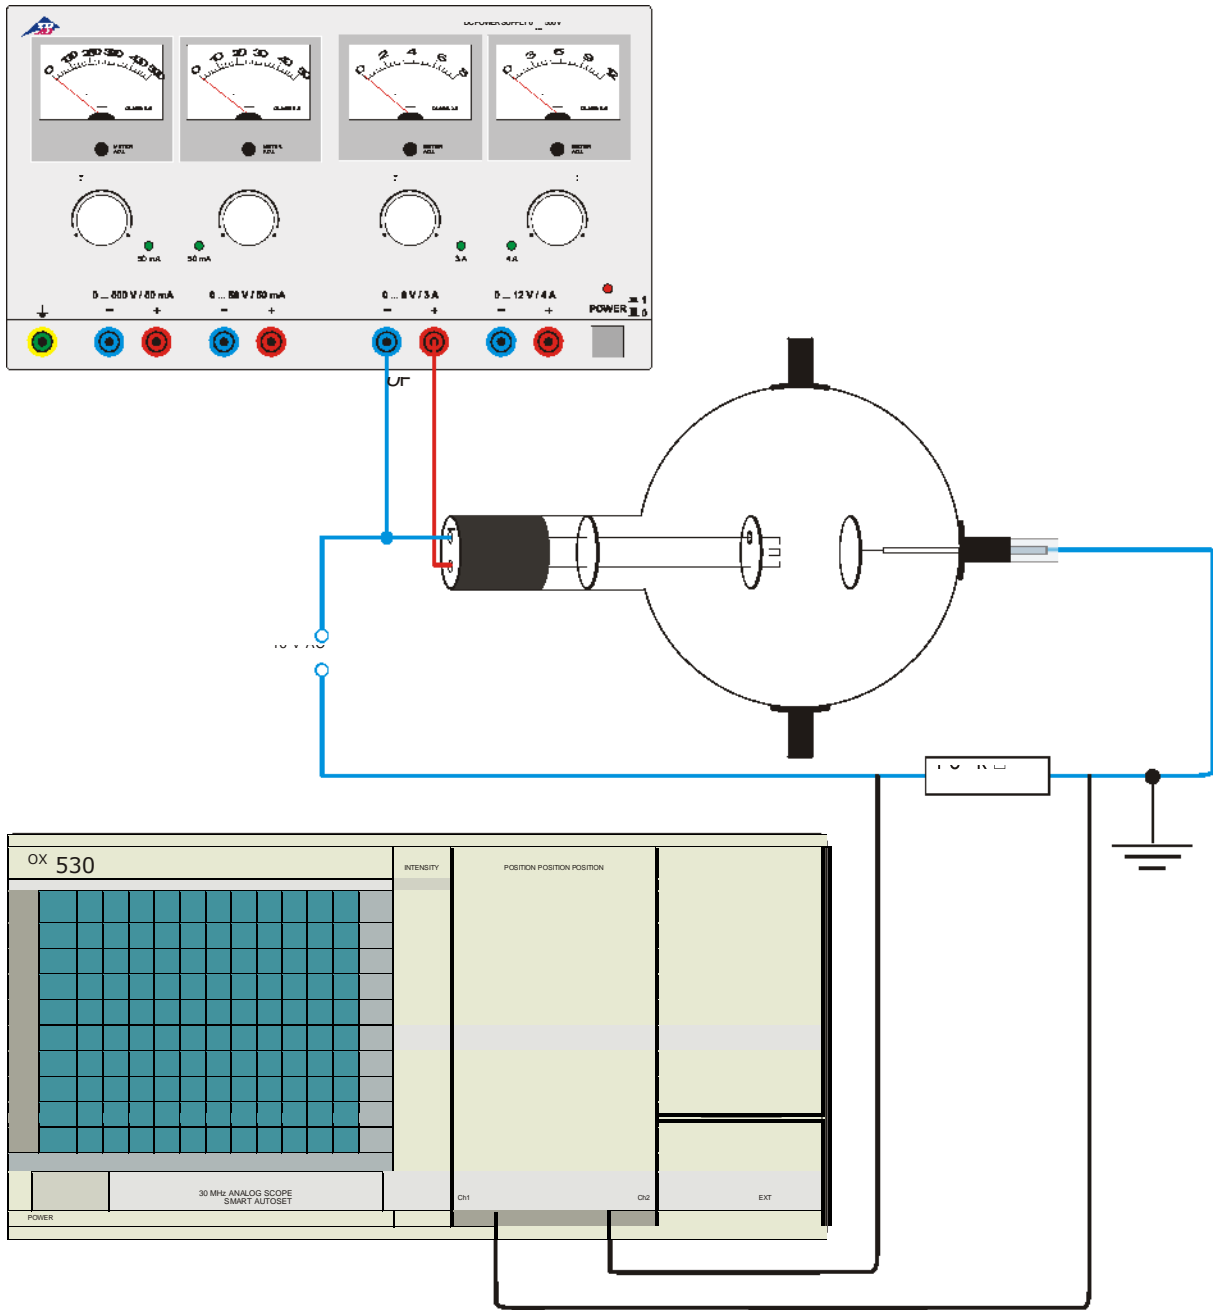

Fig. 3 Die Diode als Gleichrichter
- Aufbau gemäß Fig. 3 mit  $U_F = 6,3 \text{ V}$  und  $U_A = 16 \text{ V AC}$ .